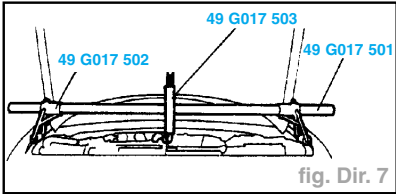

fig. Dir. 7
- Placer les outils spéciaux (barre de soutien moteur) comme indiqué sur le schéma (fig. Dir. 7).